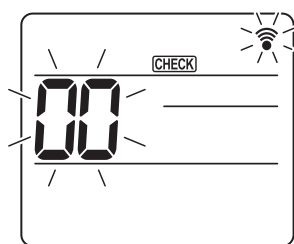
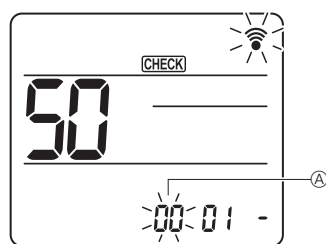
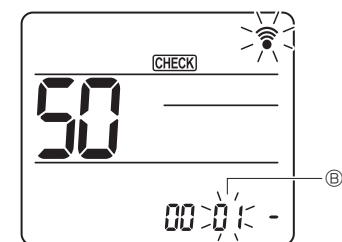
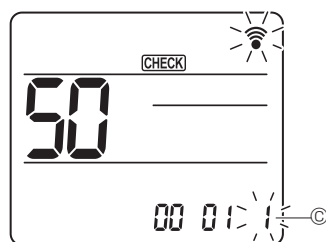

Fig. 7-16
Fig. 7-17
Fig. 7-18
Fig. 7-19
7.4.2. Mediante el mando a distancia inalámbrico (Fig. 7-16, Fig. 7-17, Fig. 7-18, Fig. 7-19)
① Vaya al modo de selección de función
(Inicie esta operación con la pantalla de estado del mando a distancia apagada). [CHECK] (COMPROBAR) se ilumina y "00" parpadea. (Fig. 7-16)
② Configuración del número de unidad
Pulse el botón [DOWN] para seleccionar el número de unidad ①. (Fig. 7-17)
③ Seleccione un modo
Pulse el botón [DOWN] para seleccionar el número de modo ②. (Fig. 7-18)
④ Seleccionar el número de ajuste
Utilice el botón [DOWN] para cambiar el número de ajuste ③. (Fig. 7-19)